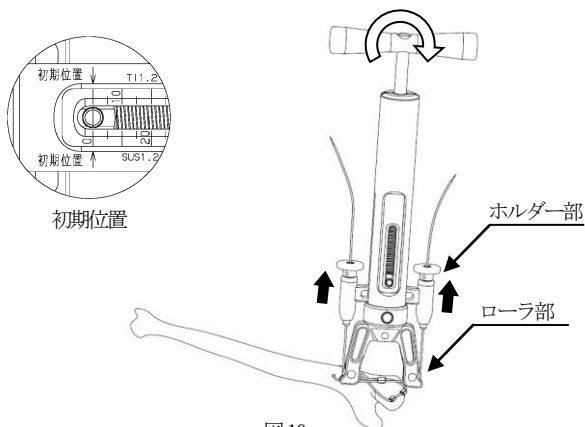

図10
- 3) ケーブルテンショナー (ダブル) の目盛りが初期位置にあることを確認し、ケーブルをケーブルテンショナー (ダブル) の先端ローラー部にかませ、ケーブルホルダー部に通します。その後、ケーブルのたるみを取り除きます。テンショナー先端、ケーブル、スリーブ締結器を一直線上に配置し、ハンドルを右回転させ、ケーブルに張力をかけていきます。(図10) ケーブルが滑り、張力が適切にかからない場合、テンショナーのハンドルを左回転させて初期位置に戻した後、スベアホルダーを接続し、ケーブルのたるみを除去した後、再度ハンドルを右回転させ張力をかけていきます。